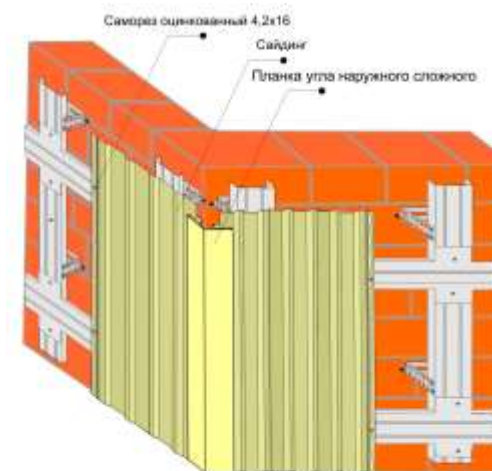

Рис.5 Использование наружного угла при вертикальном монтаже облицовочных панелей
- Только закрепляя панель, установите самый верхний винт (гвоздь), так чтобы панель свободно висела на нем, затем установите все остальные, в центр отверстий (Рис.5). Так же как и при горизонтальном монтаже, необходимо проверять вертикальность панелей, полноту зацепа и оставлять зазоры.